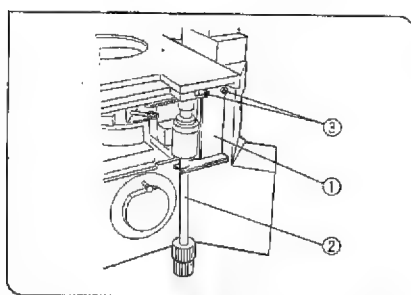

図 18
(図18, 19)
- 1) ハンドルホルダ①のU字状の溝部にフレキシブルハンドルの軸部②を挟み込みます。(図18)
- 2) ハンドルホルダの取付ねじ③を六角ドライバでステージに軽く固定します。(図18)